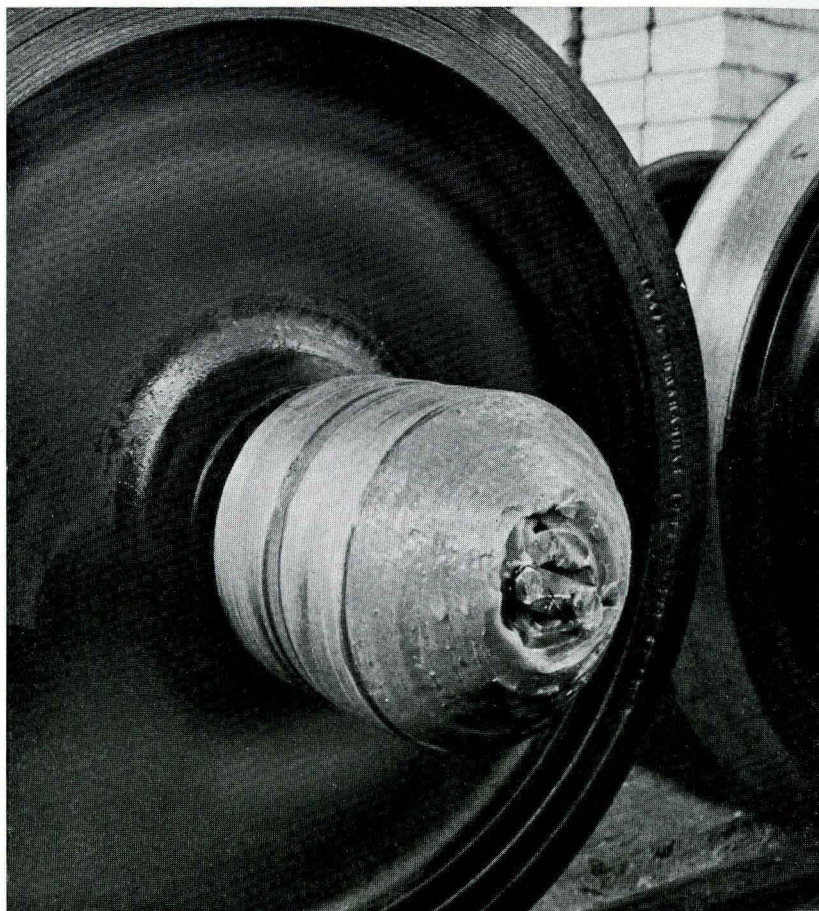

Fig. 22
8. Det yttre rullagret fylls med fett, likaså utrymmet mellan de båda lagren. En fettkon utformas från ändbrickans kant till ytteringens kant, fig. 22.